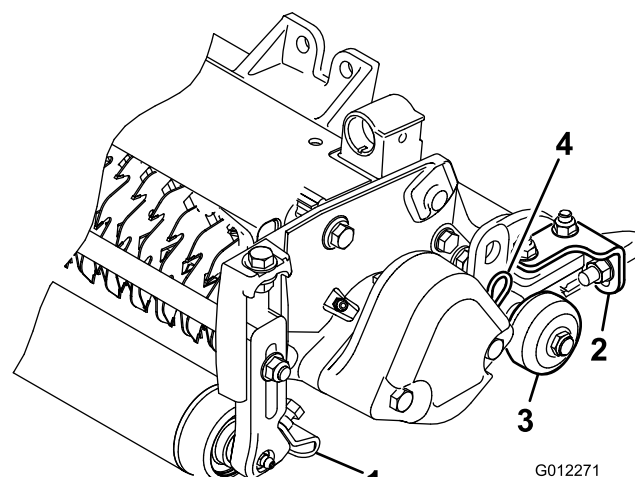

Figura 6
1. Desaperte as porcas flangeadas que fixam os raspadores do rolo (Figura 6).
Antes de as unidades de corte vertical serem baixadas até ao chão ou retiradas da unidade de tração, baixe os rolos de transporte (Figura 6) para proteger as lâminas do contacto com a superfície dura.